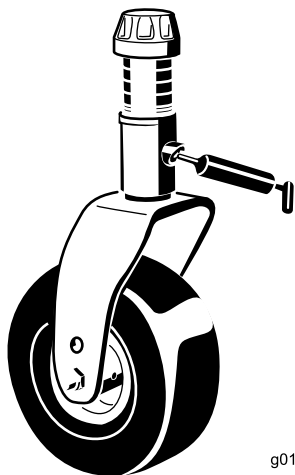

図 45
- キャスタフォークのシャフトのブッシュ1ヶ所 (図 45)